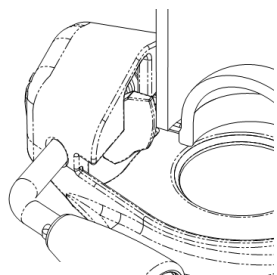

Figure 2
2. Place bushing within coupler body. Assemble the straight leg side of the torsion spring into the locking cam and lower into the casting. Be certain the cam lobe notch rests against inside edge of the coupler casting (Fig. 2). Next, insert the bent-leg end of the spring into bushing side of casting and slide the handle through the assembled parts. Lastly, align the hole in the handle with hole in cam, and fix groove pin into place. A properly assembled handle
2. Placer la bague dans le corps du coupleur. Assembler le côté de la jambe droite du ressort de torsion dans la came de verrouillage et abaissez-le dans le moulage. S'assurer que le cran de bossage de came repose contre le bord intérieur du corps moulé du coupleur (Fig. 2). Ensuite, insérer l'extrémité coudée du ressort dans le côté bague du corps moulé et glisser la poignée à travers les pièces assemblées. Enfin, aligner le trou dans la poignée avec celui de la came, et bloquer la goupille cannelée en place. Une poignée correctement assemblée produira un claquement fort en passant de la position ouverte à la position
Figure 2 fermée lorsque la came de verrouillage frappe contre le corps moulé du coupleur.